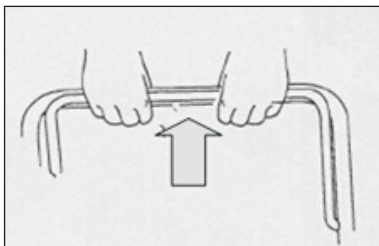

Fig. 2B
b) Stando dietro all'apparecchio, afferrare la maniglia di controllo del freno e premerla verso la maniglia superiore (Fig. 2B).